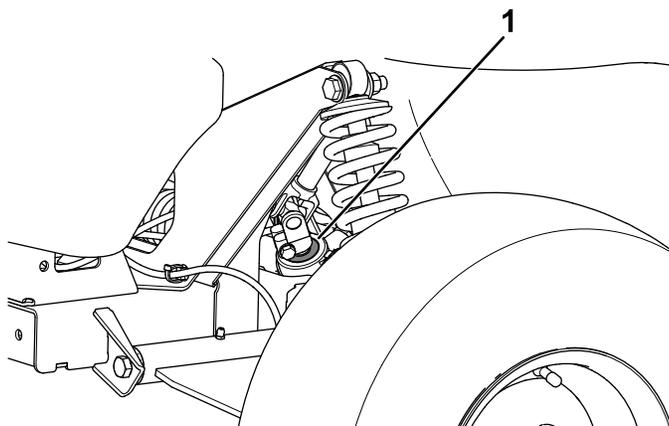

Рисунок 45
**Внимание:** Проверьте состояние и надежность уплотнения вала ведущей шестерни (Рисунок 45).